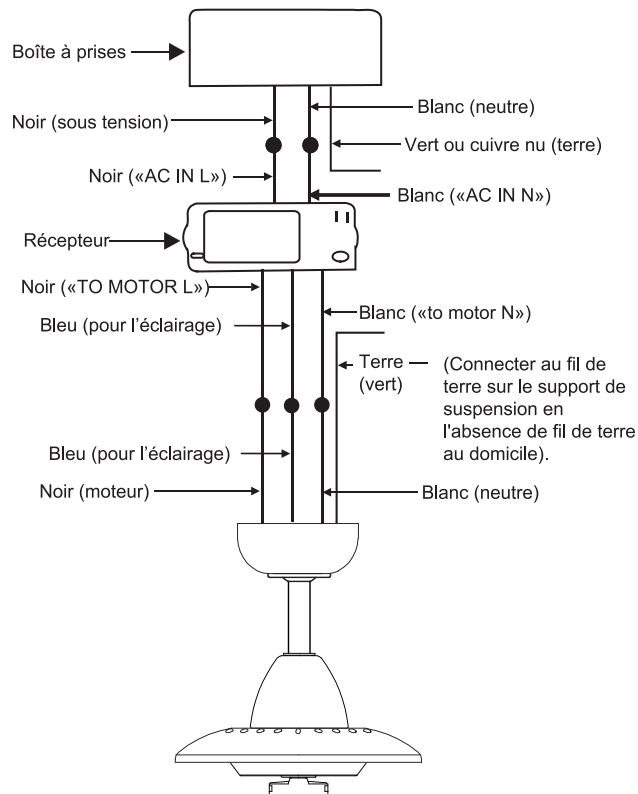

Fig. 13
Étape 2. Connexions électriques entre le moteur et le récepteur : (Fig. 13)
Étape 3. (Fig. 13) Connexions entre récepteur et fils d'alimentation du domicile : Connectez le fil noir (sous tension) du plafond au fil noir marqué "AC IN L" du récepteur. Connectez le fil blanc (neutre) du plafond au fil blanc marqué "AC IN N" du récepteur. Sécurisez les connexions de fils avec les connecteurs en plastique (fournis).
Étape 4. (Fig.13) Si la boîte à prises a un fil de masse (vert ou cuivre nu), le connecter aux fils de mise à la terre du ventilateur : en l'absence de ce fil, connecter le fil de mise à la terre du ventilateur au support de montage. Sécurisez la connexion du fil avec l'écrou en plastique (fourni). Après avoir connecté les fils, séparez-les de sorte que les fils verts et blancs se trouvent sur un côté de la boîte à prises et les fils noirs et bleus de l'autre côté.